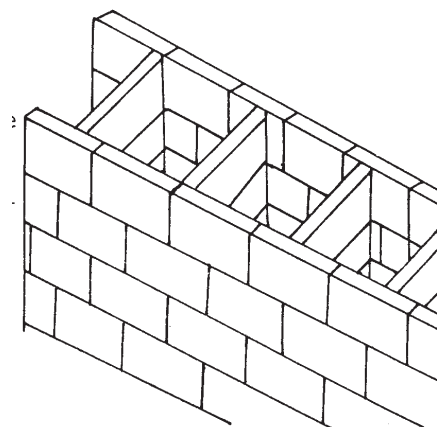

Figura 6
**Huecos.** Esto es, dejando un espacio vacío o hueco entre el interior y el exterior, ya sea utilizando las formas al hilo, capuchino o a tizón; este tipo de construcción es recomendable para zonas de climas extremos, ya que el hueco actúa como aislante térmico (figura 6).